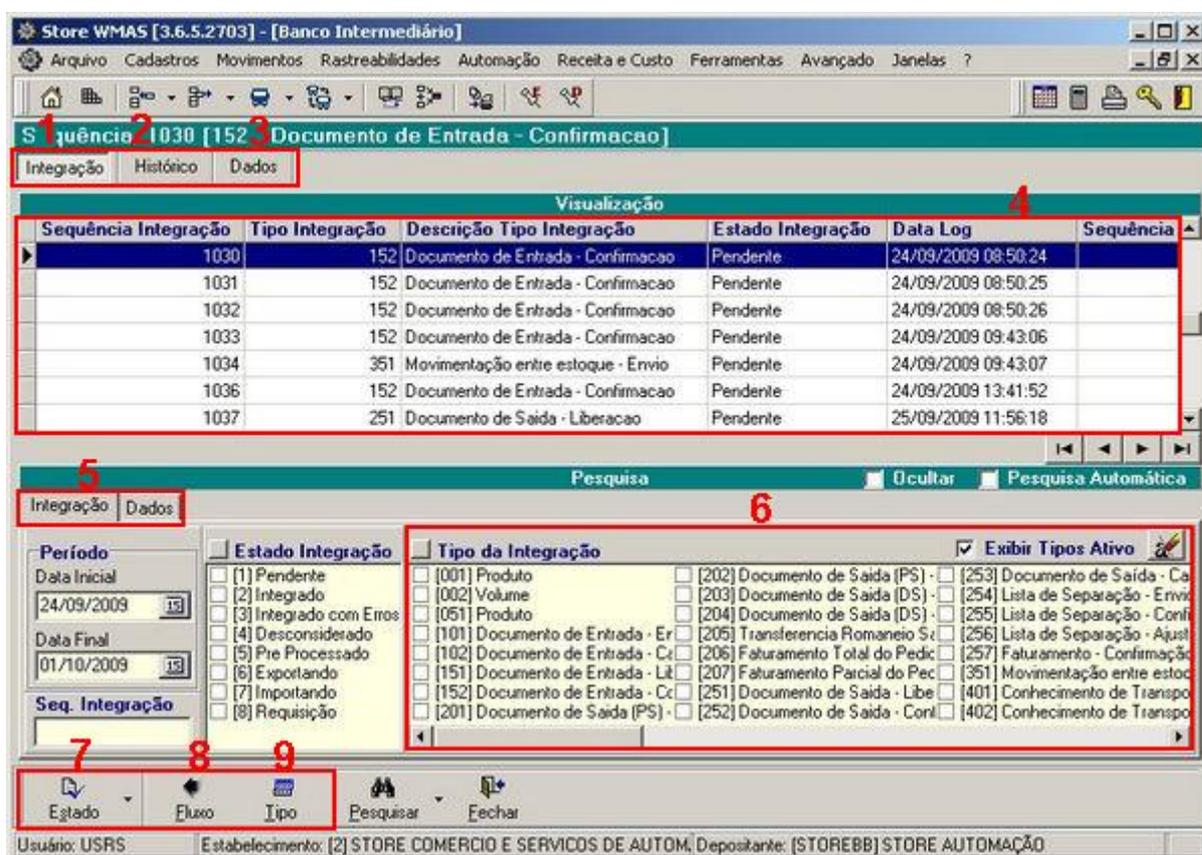
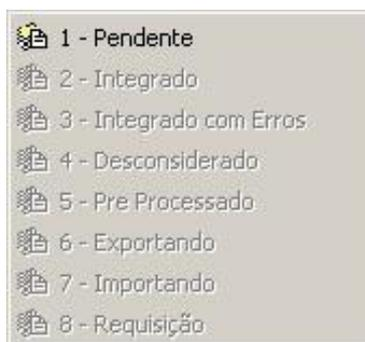
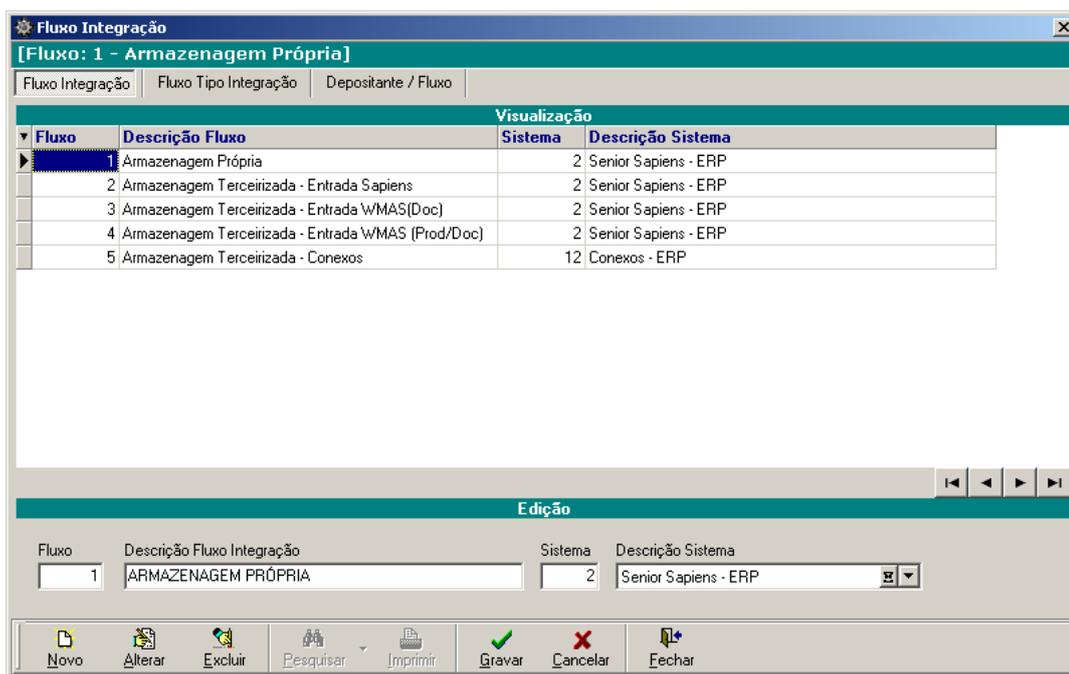
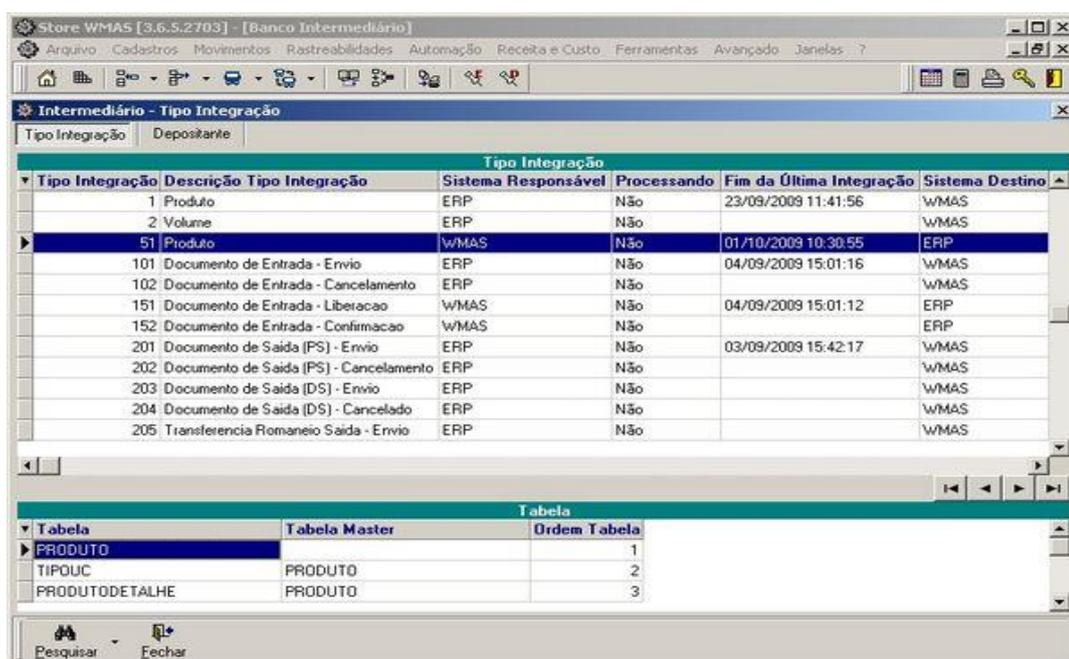

Figura 15
Figura 17
Figura 18
Figura 21
As integrações geradas são visualizadas no sistema **Store WMAS** na opção Banco Intermediário em - Menu Avançado > Banco Intermediário > Guia Integração (Figura 15 - Item 4).
Nesta opção (figura 15), a **guia “Integração”** (1) permite visualizar todas as integrações que foram ou que serão realizadas banco a banco através do **Store Oralnt**.
Estado: Este botão (7 na figura 15) de manutenção permite que seja alterado o estado da integração selecionada. Para isso, basta clicar sobre a seta localizada no botão para que seja exibido o seguinte menu (figura 17):
Fluxo: Este botão de manutenção (8 na figura 15) permite que seja exibida a janela de *Fluxo de Integração* (figura 18), onde é possível definir qual sistema estará integrado ao sistema **Store WMAS** para todos os tipos de fluxos de armazenagem disponíveis.
A guia "Fluxo Integração" (figura 18) exibirá os fluxos de integração, sendo que alguns são padrões do sistema e não podem sofrer manutenção. Caso o usuário deseje alterar um fluxo cadastrado, basta escolher o botão de manutenção *Alterar*. Para criar um novo fluxo, basta escolher o botão de manutenção *Novo* e informar os campos descritos a seguir:
Tipo: Este botão de manutenção (9 na figura 15) permite que seja exibida a janela de *Intermediário - Tipo Integração* (figura 21), onde é possível visualizar o fluxo de todas as integrações e especificar os estabelecimentos e depositantes que utilizarão o tipo de integração selecionado.
A *guia "Tipo Integração"* (figura 21) estará exibindo todos os tipos de integrações com informações de início e fim da última integração realizada e o sistema que emitiu e recebeu cada tipo de integração. Também serão exibidas as tabelas do sistema que fazem parte do tipo selecionado.
Sim. Para isso será necessário primeiramente cadastrá-lo na opção Banco Intermediário em Menu Avançado > Banco Intermediário > Guia Integração > Botão de Manutenção “Fluxo” > Guia Fluxo Integração (figura 18). Após cadastrado, será possível selecionar este fluxo de integração para o estabelecimento na opção Parâmetros do Estabelecimento em Menu Avançado > Parâmetros do Estabelecimento > Guia Parâmetros (figura 12).